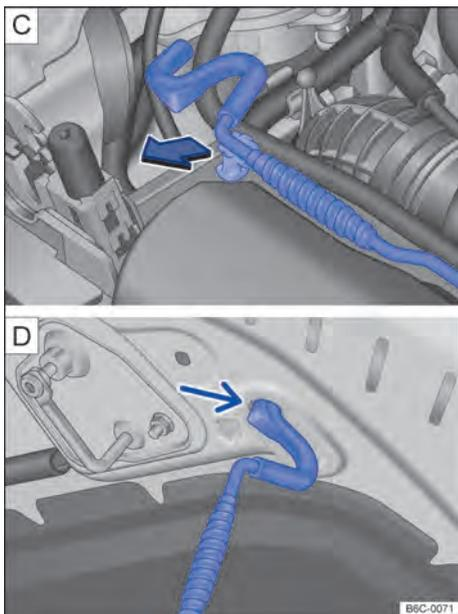

Fig. 202 [C] Haste de sustentação da tampa do compartimento do motor. [D] Tampa do compartimento do motor apoiada na haste de sustentação.
- Retirar a haste de sustentação do suporte no sentido da seta → Fig. 202 [C] e posicioná-la na abertura na tampa do compartimento do motor → Fig. 202 [D].
- Retirar a haste de sustentação do furo → Fig. 202 [D] e encaixá-la no suporte do fecho → Fig. 202 [C].